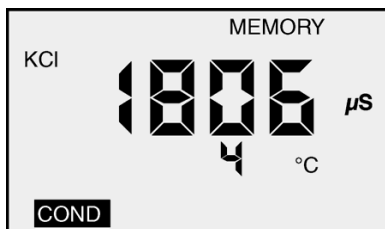

Abbildung 5
2. Das **MEMORY** Symbol erscheint und die Temperaturanzeige wird kurzzeitig von einer Zahl ersetzt (1-100), die den Rang der Aufzeichnung aufzeigt. Abbildung 5 zeigt einen Messwert von 1806 μS , der in der Speicheraufzeichnung Nummer 4 abgespeichert wurde.